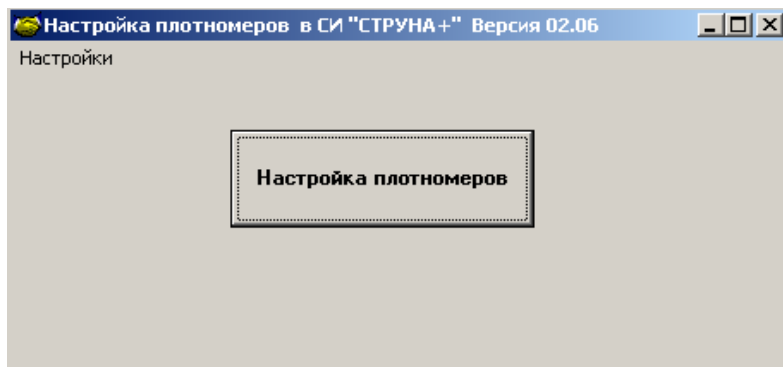

Рисунок 3.1
4.1 Из начальной формы (рисунок 3.1) нажать на кн. «Настройка плотномеров». В результате высветится форма «Настройка плотномеров», представленная на рисунке 4.1. Форма имеет два режима работы: «Связь с ППП» и «Редактирование». При запуске программы устанавливается режим «Связь с ППП».
5.1 Из начальной формы (рисунок 3.1) нажать на кн. «Настройка плотномеров». В результате высветится форма «Настройка плотномеров», представленная на рисунке 4.1. Форма имеет два режима работы: «Связь с ППП» и «Редактирование». При запуске программы устанавливается режим «Связь с ППП».